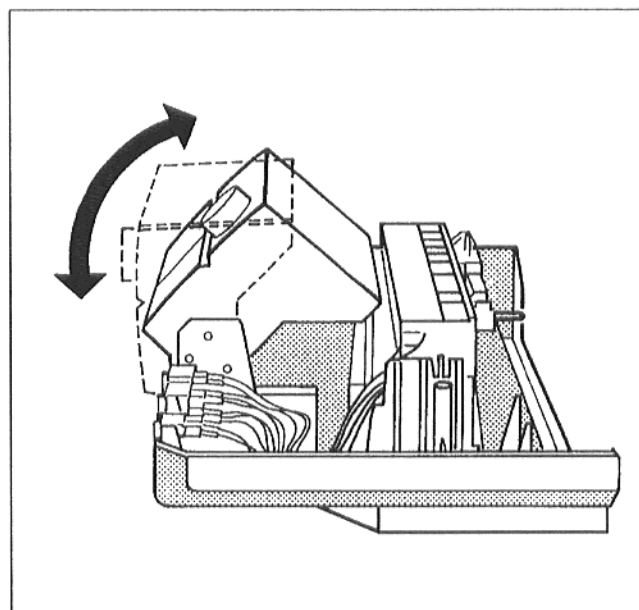

Рис. 19
- При эксплуатации с бойлером типа L рекомендуется установить блок индикации прямо (Рис. 19).